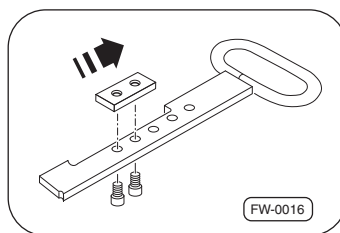

Fig. 22 · Pièce de réglage sur la poignée de déverrouillage
1. La semi-remorque étant désaccouplée, dévisser les deux vis sur la pièce de réglage ⇒Fig. 22 de la poignée de déverrouillage.